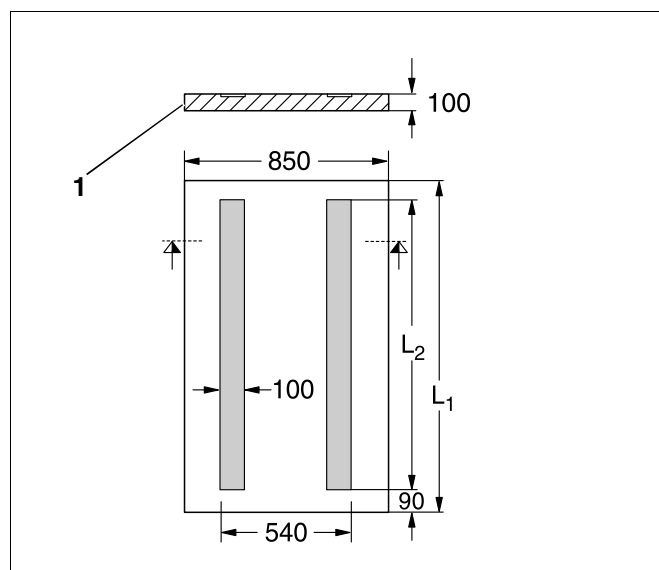
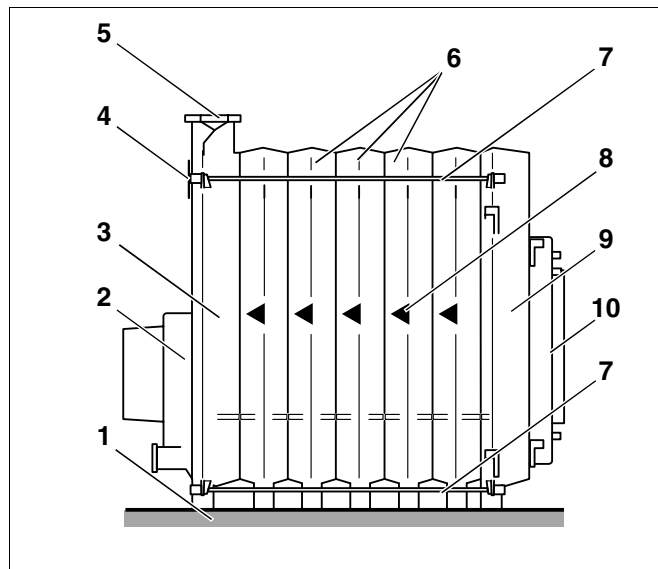

Fig. 3 Dimensions du socle
Fig. 5 Bloc chaudière
Il est recommandé de placer la chaudière sur un socle de 10 cm de hauteur (fig. 5, **pos. 1** ou fig. 3, **pos. 1**). Le socle doit être parfaitement plat et à niveau. Le bord avant de la chaudière devrait être aligné au bord du socle.
Si les rails d'insonorisation disponibles en option ne sont pas employés, il est conseillé d'installer sur place sur le socle en béton des cornières de 100 x 50 x 8mm ou un fer plat de 100 x 5 mm, afin de favoriser le glissement des éléments de chaudière pendant le montage de la chaudière (fig. 3 et tableau ci-dessous).
Le montage du bloc chaudière est toujours réalisé de l'arrière vers l'avant, en commençant par l'élément arrière (fig. 5, **pos. 3**). L'élément avant (fig. 5, **pos. 8**) doit toujours être monté en dernier.
Lors de l'assemblage, tenir compte des flèches indiquant le sens de montage (fig. 5, **pos. 7**) et agir en fonction des figures et indications suivantes !
Legende (fig.5):